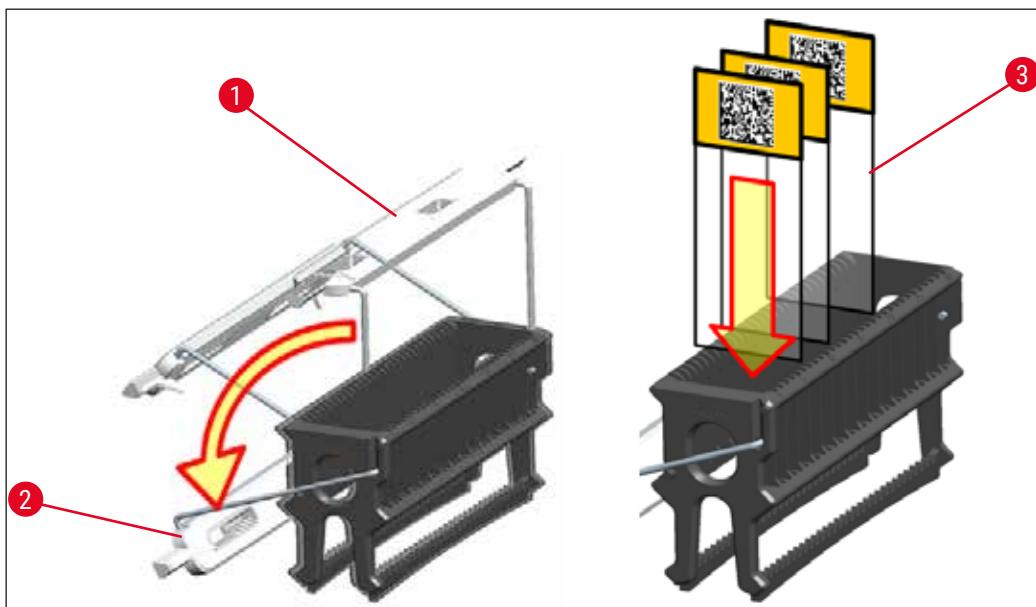

Fig. 85
- Forsiden av stativet er merket med Leica-logoen. Når håndtaket er festet, ser du ordet **FRONT** når du ser på håndtaket (→ "Fig. 85").
- Bøy stativhåndtaket til stående stilling (→ "Fig. 85").